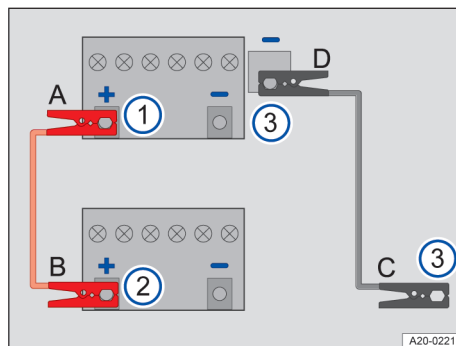

Fig. 174 Esquema para la conexión de los cables de arranque.
Los cables de arranque solo se deberán conectar siguiendo el orden **A – B – C – D** → fig. 174.
2. Retire la cubierta del polo positivo de la batería de 12 voltios → fig. 174 ① → .
4. Conecte el otro extremo del cable de arranque *rojo* **B** al polo positivo + de la batería del vehículo que suministra la corriente → fig. 174 ②.
5. Conecte un extremo del cable de arranque *negro* **C** preferentemente a una toma para la ayuda de arranque (terminal de masa) del vehículo que suministra la corriente; de lo contrario, al bloque motor o a una pieza maciza de metal atornillada fijamente al bloque motor de este vehículo → fig. 174 ③.
6. Conecte el otro extremo del cable de arranque *negro* **D** preferentemente a la toma para la ayuda de arranque (terminal de masa) del vehículo con la batería de 12 voltios descargada; de lo contrario, al bloque motor o a una pieza maciza de metal atornillada fijamente al bloque motor de este vehículo → fig. 174 ③ → .
3. Desconecte los cables de arranque únicamente en el orden **D – C – B – A** con los motores en marcha → fig. 174.